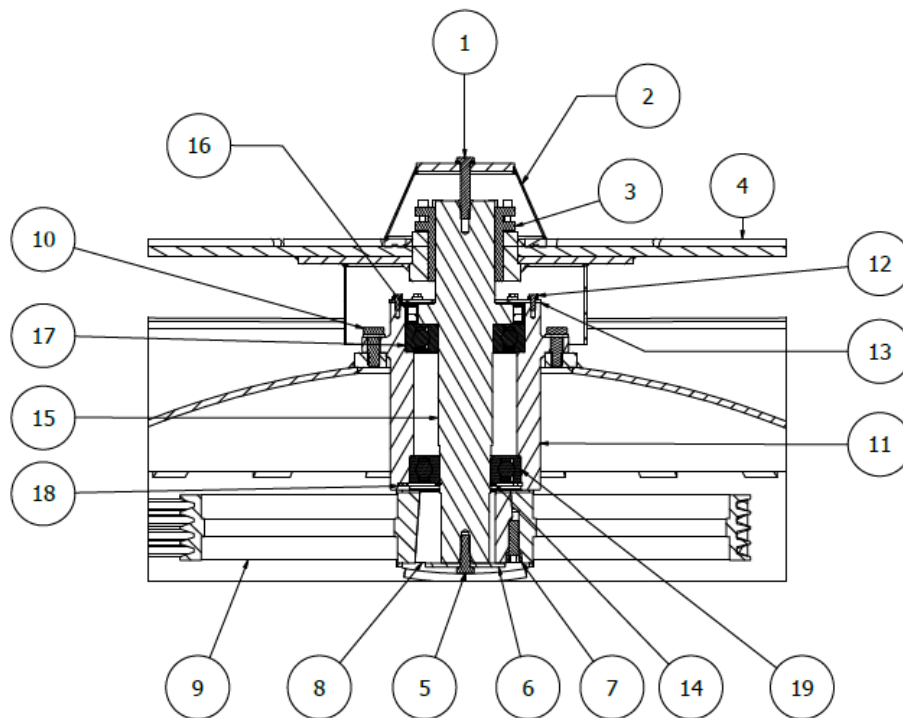

Abb. 8.6-1: Drehscheibenlager
19. Bauen Sie alles wieder gemäß *Abb. 8.6-1* zusammen.